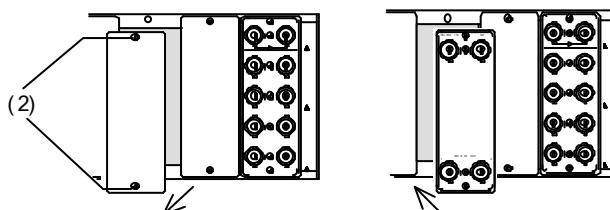

図 4-3 コネクタモジュールの取り付け
- (4) 必要があればコネクタモジュールを増設します。(図 4-3)
- (5) 筐体正面のスロット内部に異物がないことを確認しメインモジュールを挿入します。